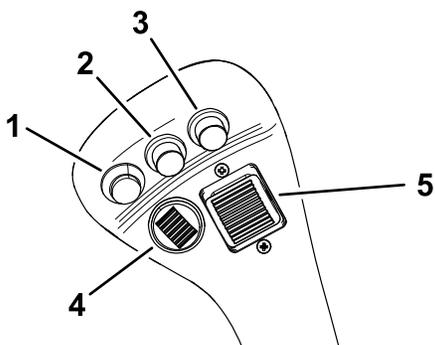

Рисунок 20
- Для работы гидравлического навесного оборудования в прямом направлении нажмите правую кнопку (Рисунок 20).
- Для работы гидравлического навесного оборудования в обратном направлении нажмите среднюю кнопку (Рисунок 20).
- Чтобы остановить гидравлическое навесное оборудование, нажмите левую кнопку (Рисунок 20).
Чтобы выдвинуть стрелы погрузчика, поверните рычаг выдвижения вперед (Рисунок 20), а чтобы втянуть их, поверните рычаг назад.